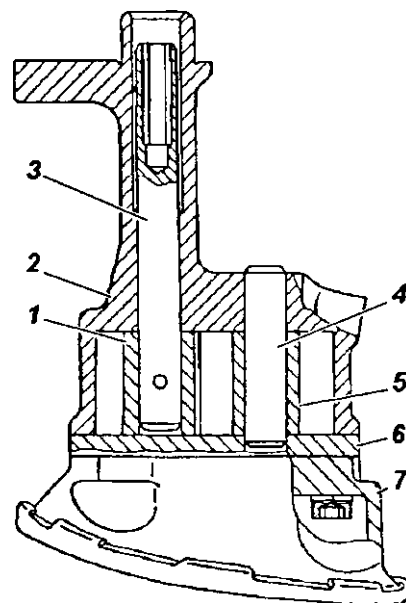

Рис. 4.59. Масляный насос:
Ремонт масляного насоса (рис. 4.59)
- установите в корпус масляного насоса валик 3 (см. рис. 4.59) с ведущей шестерней 1 и проверьте легкость его вращения;